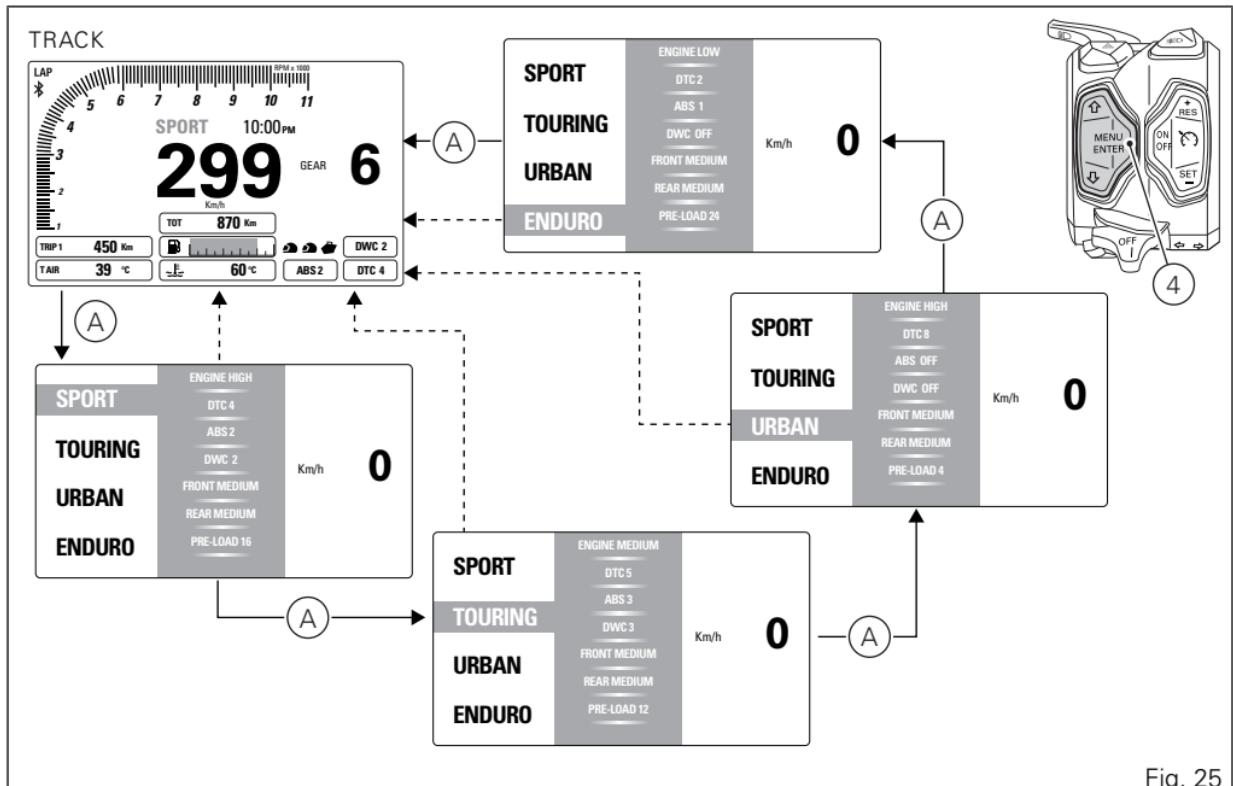

Fig. 25
La información visualizada son los valores memorizados para cada Estilo de conducción (Riding Mode). Los valores memorizados pueden ser aquellos previstos por Ducati o aquellos personalizados por el usuario. Cada vez que se presiona el pulsador CONFIRMAR MENÚ (4) se evidencia el estilo de conducción con los parámetros asociados que se pueden visualizar (A, Fig. 25).